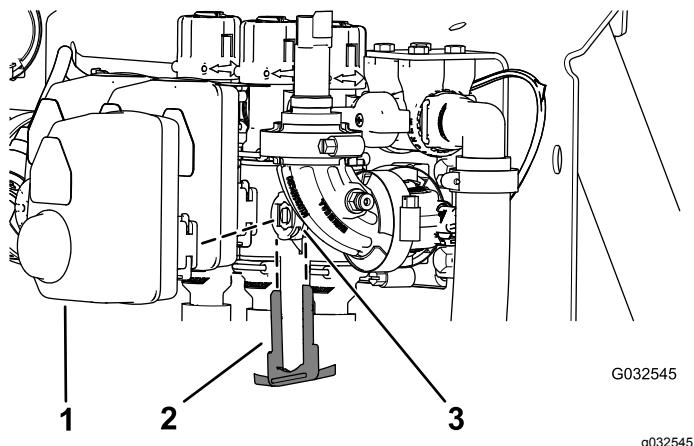

Bild 99
2. Entfernen Sie den Halter, mit dem der Aktuator am Verteilerventil für das Abschnittventil oder das Rührwerkventil befestigt ist (**Bild 99**).